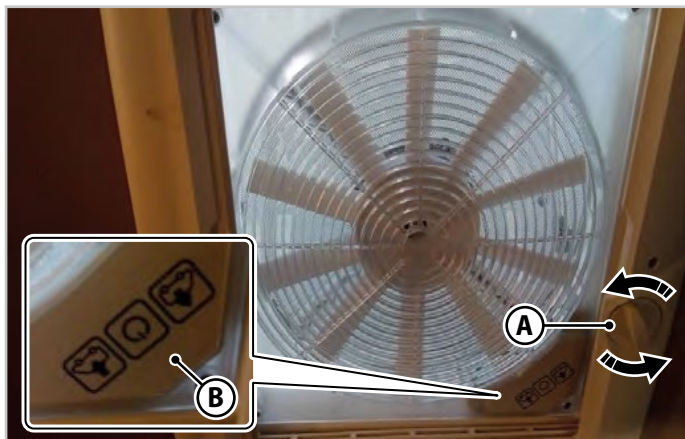

Fig. 6.5 - Claraboya con rueda de apertura
Al girar la rueda de apertura (A - Fig.6.5) en ambos sentidos, la claraboya se eleva (para abrirse) o se baja (para cerrarse). También es posible puede ajustar la apertura de la claraboya en cualquier posición intermedia.
Para utilizar la función de ventilación y aspiración, abra la claraboya girando la rueda (A - Fig.6.5) y seleccione la función de ventilación con entrada de aire (IN) o aspiración (OUT) utilizando el teclado (B - Fig.6.5).